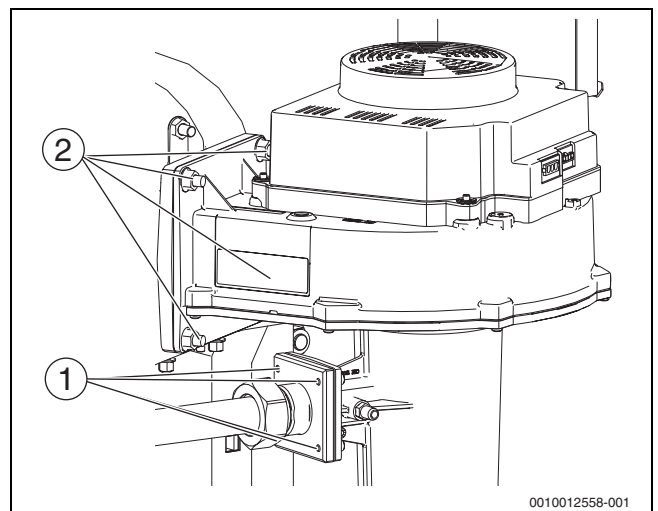

Bild 67 Gebläse ausbauen (Kesselgröße 200-300 kW)
- ▶ Gemischflansch durch Entfernen der 4 Muttern am Venturi abschrauben (→ Bild 67, [1]).
- ▶ 4 Sechskant-Muttern am Gemischkrümmer entfernen (→ Bild 67).
- ▶ Gebläse durch Entfernen der 4 Muttern am Gemischkrümmer abschrauben (→ Bild 67, [2]).